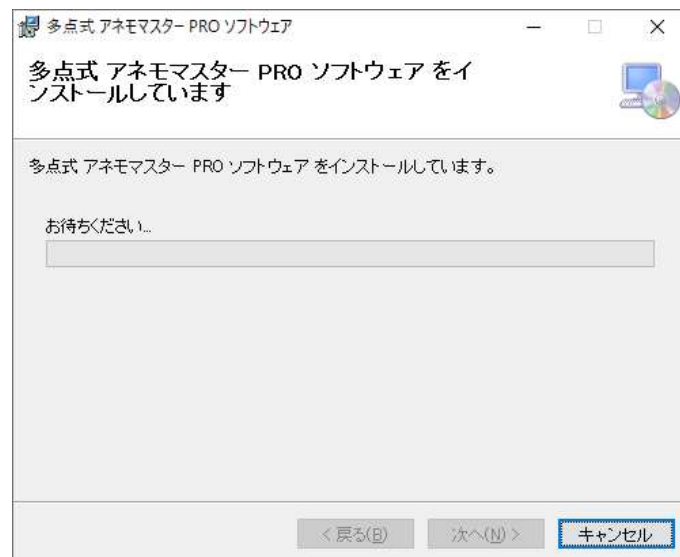

図 2-4 インストール中画面
4) 次へ (N) をクリックすると、図 2-4 が表示されます：